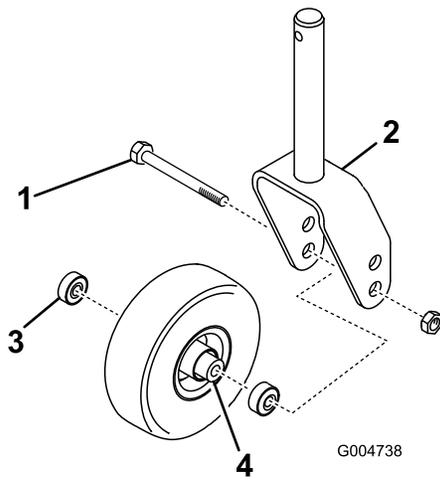
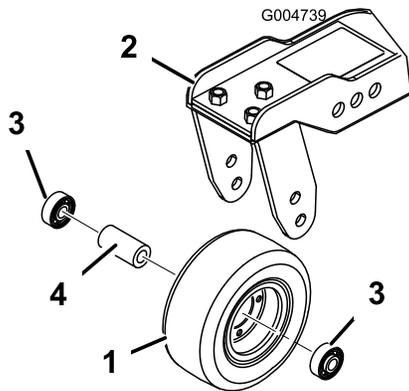

Figura 87
Figura 88
- Togliete il dado di bloccaggio dal bullone che fissa il gruppo ruota orientabile alla forcella (Figura 87) o al braccio di rotazione (Figura 88).
- Togliete il cuscinetto dal mozzo della ruota e lasciate cadere il distanziale del cuscinetto (Figura 87 e Figura 88).